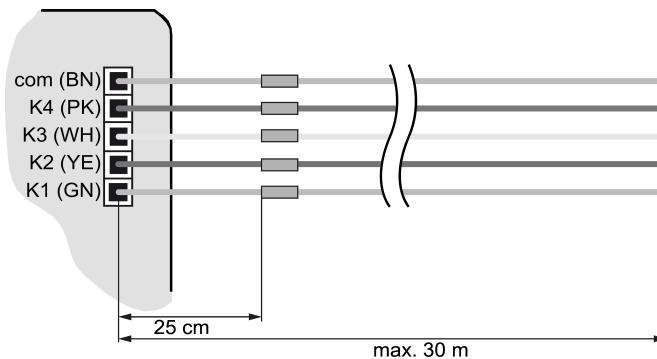

Bild 2: Maximale Leitungslänge
- i** Bei der Verlängerung der beiliegenden Leitungsätze (siehe Bild 2) die maximale Leitungslänge beachten (siehe Kapitel "Technische Daten" ▶ Seite 10). Es gilt: Die com-Leitung darf pro Leitungsatz in Summe nicht länger als 30 m sein.